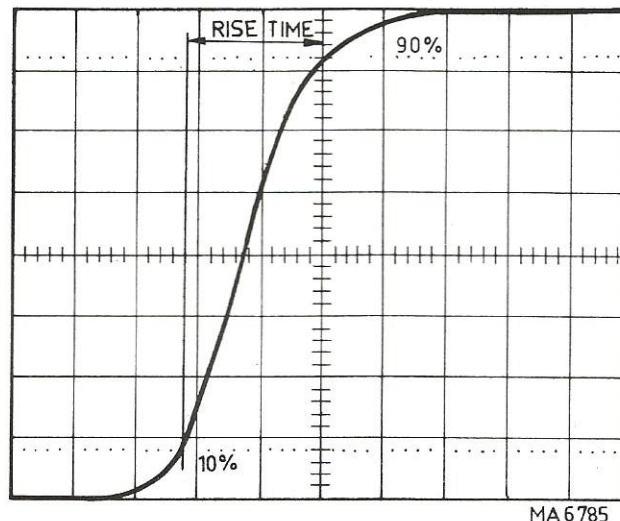

Abb. VIII-10. Definition der Anstiegszeit
bis 90 % der Gesamtamplitude ansteigt, siehe Abb. VIII-10.
- Mit den Bedienungsorganen für Y_A POSITION und dem Schalter sowie Potentiometer AMPL den Impuls so einstellen, dass er an der untersten horizontalen Rasterlinie beginnt und an der obersten endet (d.h., die Vertikalablenkung beträgt genau 8 Schirmteile). Die Knöpfe ILLUM und INTENS so einstellen, dass man ein scharfes und gut sichtbares Bild erhält, siehe Abb. VIII-10.
Diejenige vertikale Rasterlinie, bei der das Signal die 90 %-Linie überschreitet, ist nun der Bezugspunkt. X POSITION darf jetzt nicht mehr verstellt werden. Siehe Abb. VIII-10.